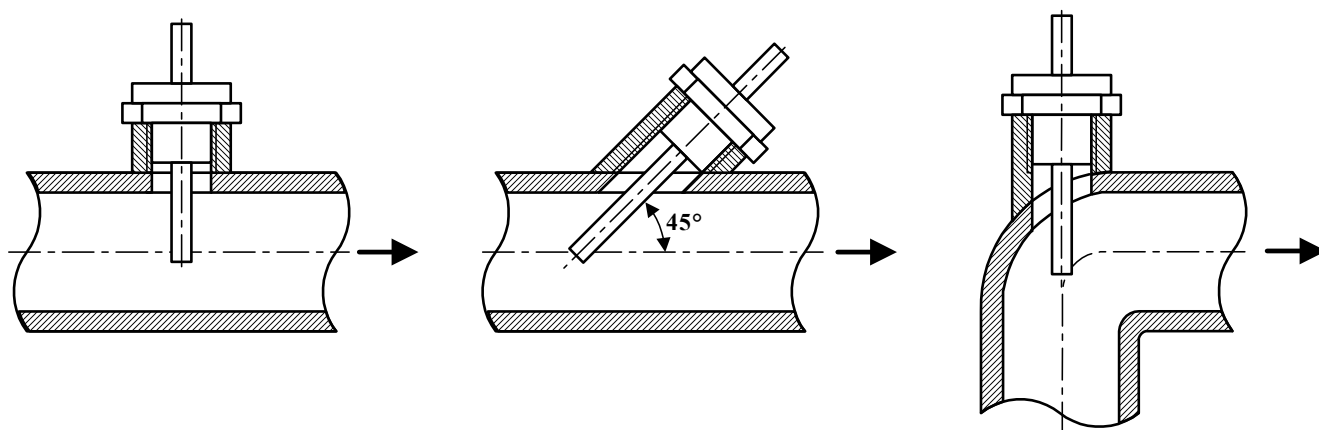

Рис. 2. Способы установки ПТ.
3.3.2. ПТ в подающем и обратном трубопроводах должны быть смонтированы одинаковым образом: либо перпендикулярно к оси трубопровода, либо наклонно навстречу потоку жидкости, либо в коленах трубопровода навстречу потоку жидкости (рис.2).
Штуцер приваривается к трубопроводу таким образом, чтобы отверстие в штуцере и трубопроводе совпадали. Наклонный штуцер приваривается в таком положении, чтобы ПТ устанавливался навстречу потоку жидкости (рис.2). При сварке обращать внимание на сохранность внутренней резьбы штуцера.